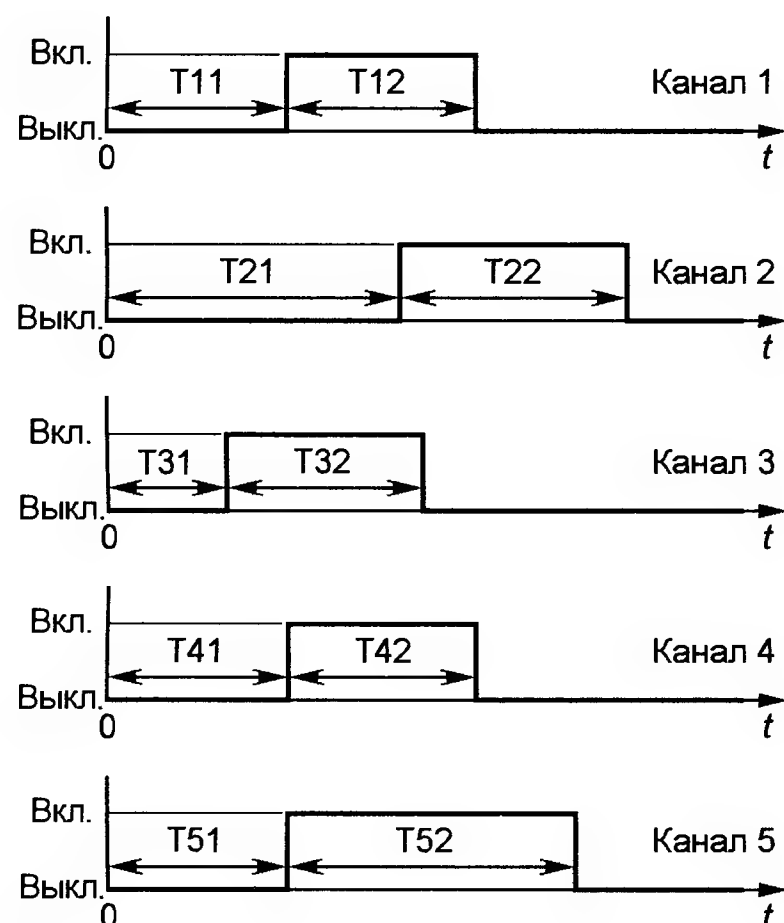

Рис. 1
Как говорит само название, оно предназначено для управления пятью нагрузками. Временная диаграмма его работы приведена на рис. 1. Здесь
**От редакции.** Два варианта программы для микроконтроллера имеются по адресу <ftp://ftp.radio.ru/pub/2014/06/rele5.zip> на нашем FTP-сервере. Версия Rele3 реализует рабочий цикл, временные диаграммы которого представлены на рис. 1, версия Rele2 — алгоритм работы, где этот цикл периодически повторяется.